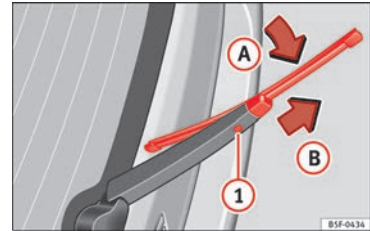

Abb. 81 Scheibenwischerblatt der Heckscheibe auswechseln.
- Wischerblatt leicht drehen » Abb. 81 (Pfeil A).
- Die Entriegelungstaste ① gedrückt halten und gleichzeitig das Scheibenwischerblatt in Pfeilrichtung B abziehen.
- Neues Heckscheibenwischerblatt **gleicher Länge und Ausführung** auf den Scheibenwischerarm entgegen der Pfeilrichtung B schieben, bis der Mechanismus ① einrastet.
- Stellen Sie den Fahrersitz in Längsrichtung so ein, dass Sie das Gas-, Brems- und Kupplungspedal mit leicht angewinkelten Beinen ganz durchtreten können » **Abb. 81.**